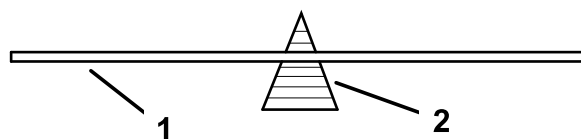

Figure 40
2. Pour les lames droites seulement, vérifiez l'équilibrage de la lame en la plaçant sur un équilibreur (Figure 40).